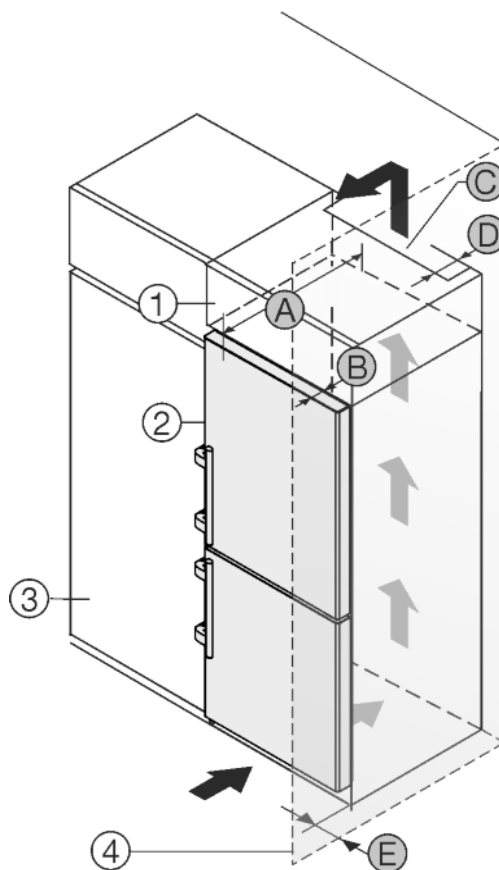

Fig. 13
L'apparecchio può essere incassato in mobili da cucina. Per adattare l'apparecchio Fig. 13 (2) all'altezza della cucina componibile, è possibile applicare sopra l'apparecchio un mobile da appoggio Fig. 13 (1).
L'apparecchio può essere installato direttamente accanto al mobile da cucina Fig. 13 (3). Per poter aprire completamente la porta, l'apparecchio deve sporgere almeno della profondità Fig. 13 (B) rispetto al frontale del mobile da cucina. L'apparecchio può sporgere ulteriormente a seconda della profondità dei mobili da cucina e dell'uso di distanziatori a parete.
- Sul retro del mobile da appoggio deve essere presente un vano di uscita dell'aria con la profondità Fig. 13 (D) sull'intera larghezza del mobile da appoggio.
- Sotto al soffitto del locale deve essere rispettata la sezione di ventilazione Fig. 13 (C).
Se l'apparecchio è installato con le cerniere accanto ad una parete Fig. 13 (4), deve essere rispettata la distanza Fig. 13 (E) tra apparecchio e parete, che corrisponde alla sporgenza della maniglia con la porta aperta.